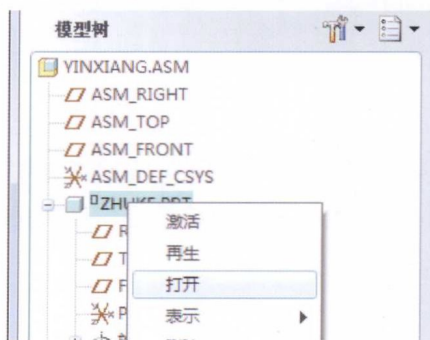

图1-25
(17) 在模型树窗口下“ZHUKE.PRT”模型文件处右击，在弹出的快捷菜单中选择“打开”命令，将该模型以零件体状态打开，此时会弹出一个零件体模式的窗口（图1-25）。